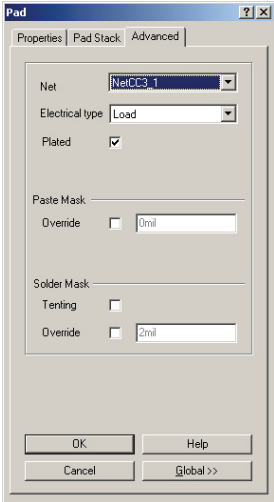

图 6-38 “Pad”对话框
技巧：网络连接也可以直接在“Pad”对话框中修改或添加。如果新放置了一个焊盘，那么可以直接打开“Pad”对话框，如图 6-38 所示，进入“Advanced”选项卡，在“Net”下拉列表框中选择该焊盘的网络连接。
- 2) 执行该命令后，会出现如图 6-38 所示的“Pad”对话框。可以在该对话框中设置有关的自动布局参数。在一般情况下，可以直接利用系统的默认值。